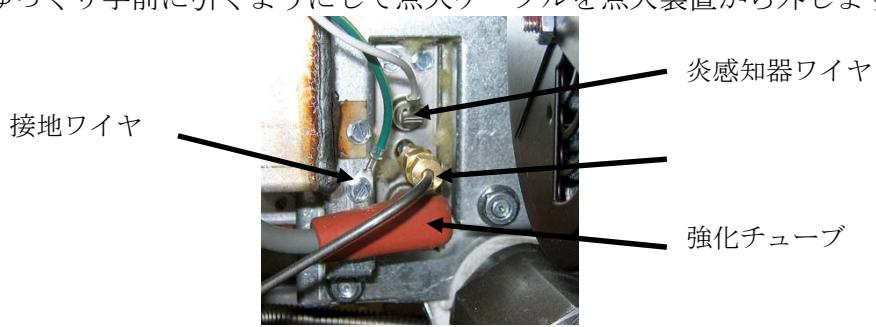

図7
3. 送風機を外します(セクション 1.14.7 の図 7 を参照してください)。
2. 点火装置の端子台からプッシュオン式の端子を注意して引き抜いて炎感知器のワイヤを抜きます(図7参照)。